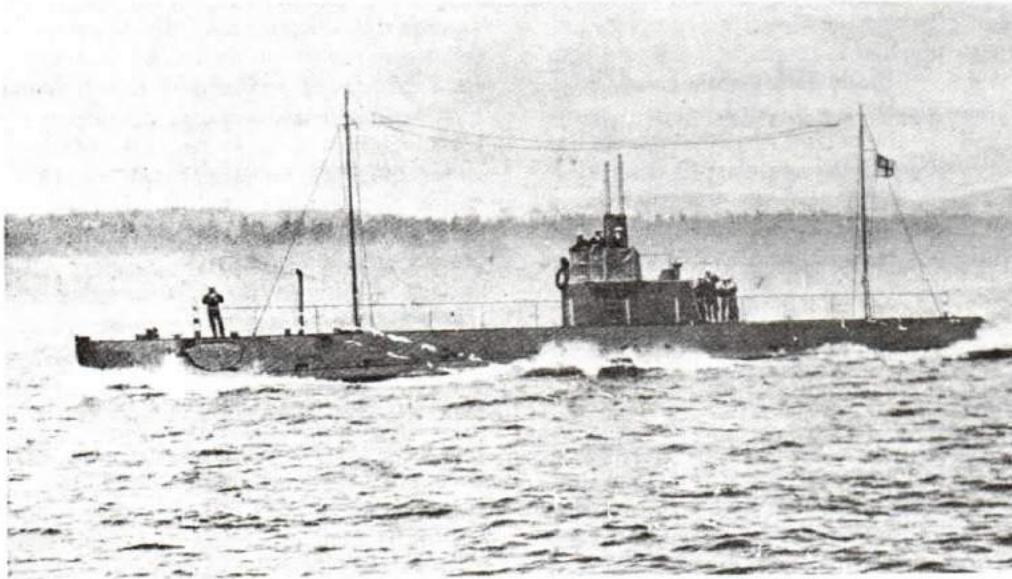

Figure 1-5
3. It was necessary that the transaction take place secretly because the United States was still a neutral country, so on the night of Britain's declaration of war, the submarines were sailed into Canadian waters and the million dollar cheque changed hands. British Columbia became the first and only province of Canada ever to have its own navy. A few days later the Canadian Navy took over the boats, and they gave good service for the first three years of the war. See Figure 1-5.
3. La transaction devait rester secrète, car les États-Unis étaient alors un pays neutre. C'est ainsi que la nuit même de la déclaration de guerre par l'Angleterre, les sous-marins pénétrèrent dans les eaux territoriales canadiennes et le chèque d'un million passa en d'autres mains. La Colombie-Britannique devint la première et la seule province du Canada à posséder sa propre marine. Quelques jours plus tard, les sous-marins furent officiellement remis à la Marine canadienne et rendirent de précieux services pendant les trois premières années de la guerre (voir la figure 1-5).